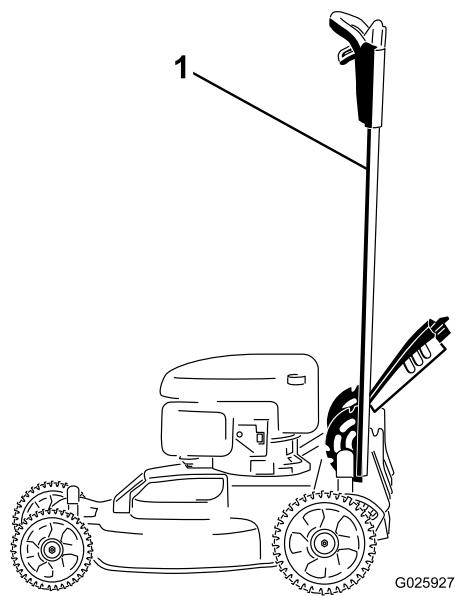

Figura 37
1. Bloqueie a pega na posição vertical (Figura 37); consulte Ajuste da altura da pega (página 11).